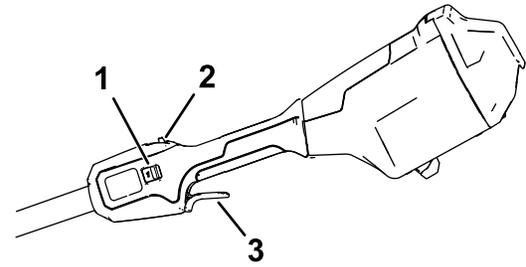

Bild 9
5. Drücken Sie zum Starten der Maschine die Arretierungstaste und betätigen Sie dann den Auslöser (Bild 9).